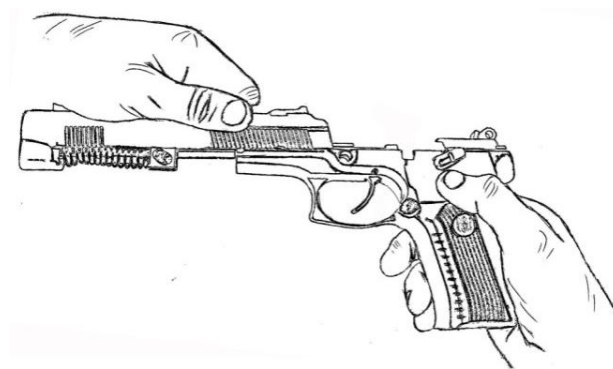

Рис. 51. Отделение затвора со стволом в сборе, штоком и возвратной пружиной от рамки пистолета
4. Отделить затвор со стволом, перемещая по направляющим рамки вперед (рис. 51).